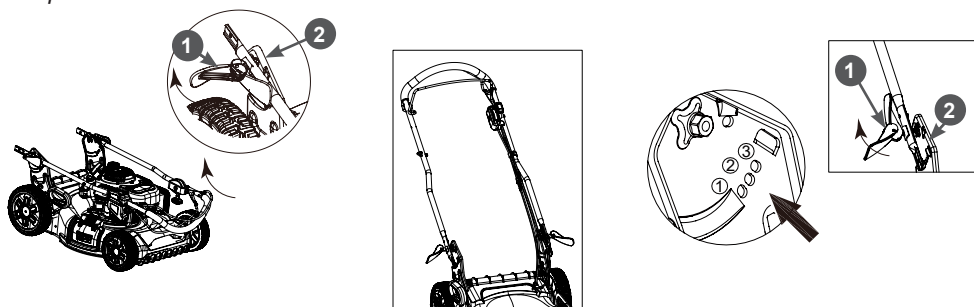

Рис. 4. Установка рабочей рукоятки в рабочее положение
2. Ослабьте эксцентровые рычаги 1 (Рис. 4) крепления рабочей рукоятки.
3. Установите рукоятку в рабочее положение, выбрав одно из трёх положений регулировки угла наклона на кронштейнах рабочей рукоятки 2 (Рис. 4).